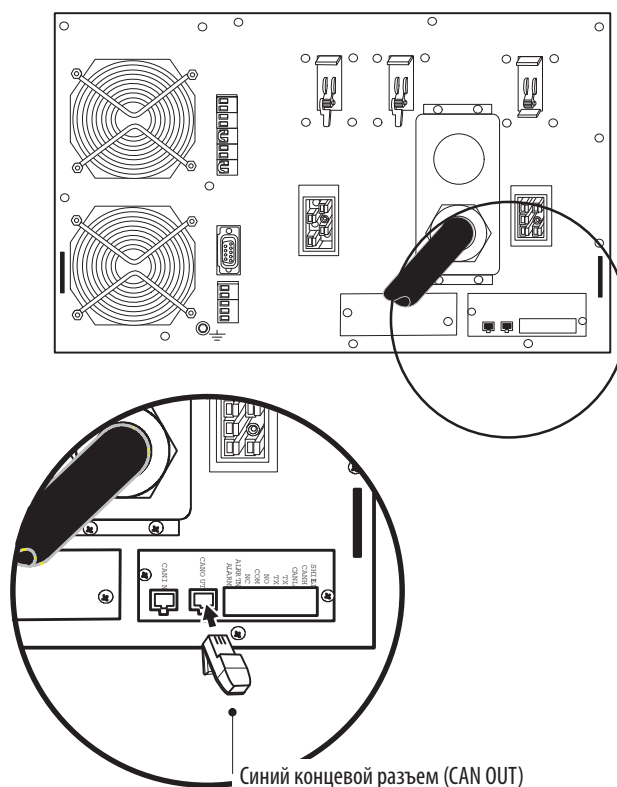

Рисунок 35. Установка синего концевой разъема (последний ИБП)
10. Второй синий концевой разъем (см. рисунок 35) установите в порт CAN OUT последнего ИБП (UPS 3 на рисунке 36).